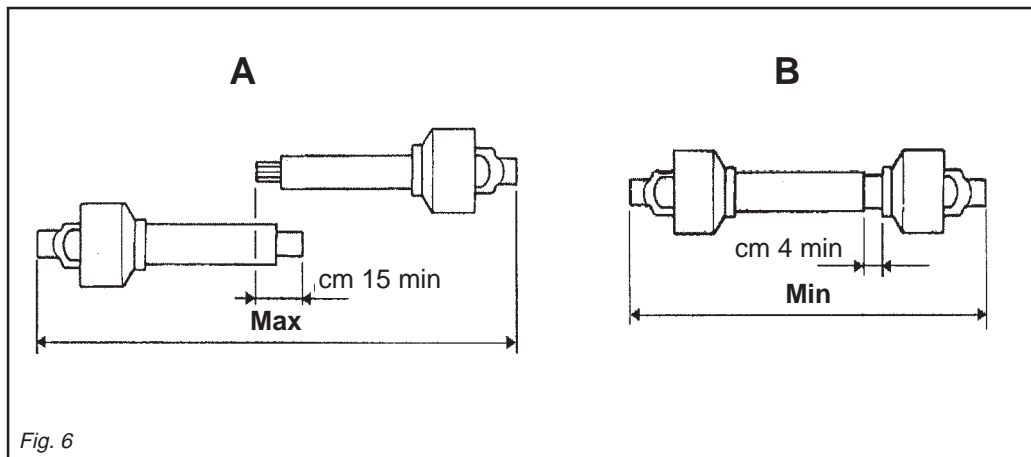

Fig. 6
Quando l'albero cardanico è sfilato al massimo, i due tubi devono sovrapporsi per almeno 15 cm. Quando esso è inserito al massimo, il gioco minimo consentito deve essere di 4 cm. (Fig. 6).
*When fully inserted, the minimum play must be 4 cm. (Fig. 6).*
Wenn die beiden Teile ganz zusammengesoben sind, muß das kleinstmögliche Spiel 4 cm ausmachen. (Abb. 6).
*Quand l'arbre à cardans est déboîté au maximum, les deux tubes doivent se superposer d'au moins 15 cm. Quand il est entièrement rentré, le jeu minimum admissible doit être de 4 cm. (Fig. 6).*
Cuando el árbol cardánico está extraído al máximo, los dos tubos deben superponerse por lo menos 15 cm. Cuando está inserido al máximo, el juego mínimo permitido debe ser de 4 cm. (Fig. 6).